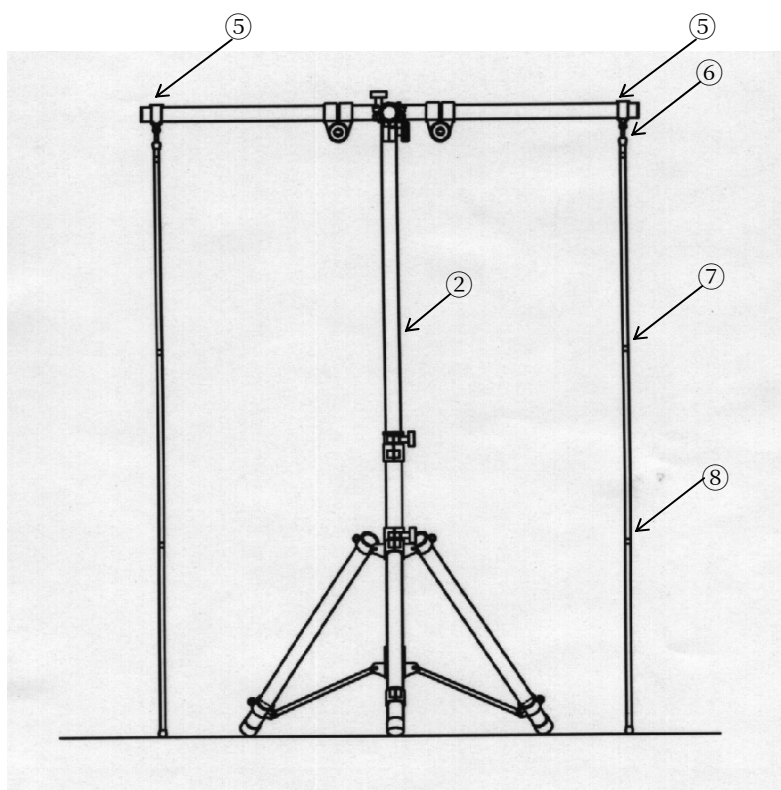

図 10
(3) 制御点マーカバーの取付け (図 10)
(4) マーカー位置の調整 (図 10)